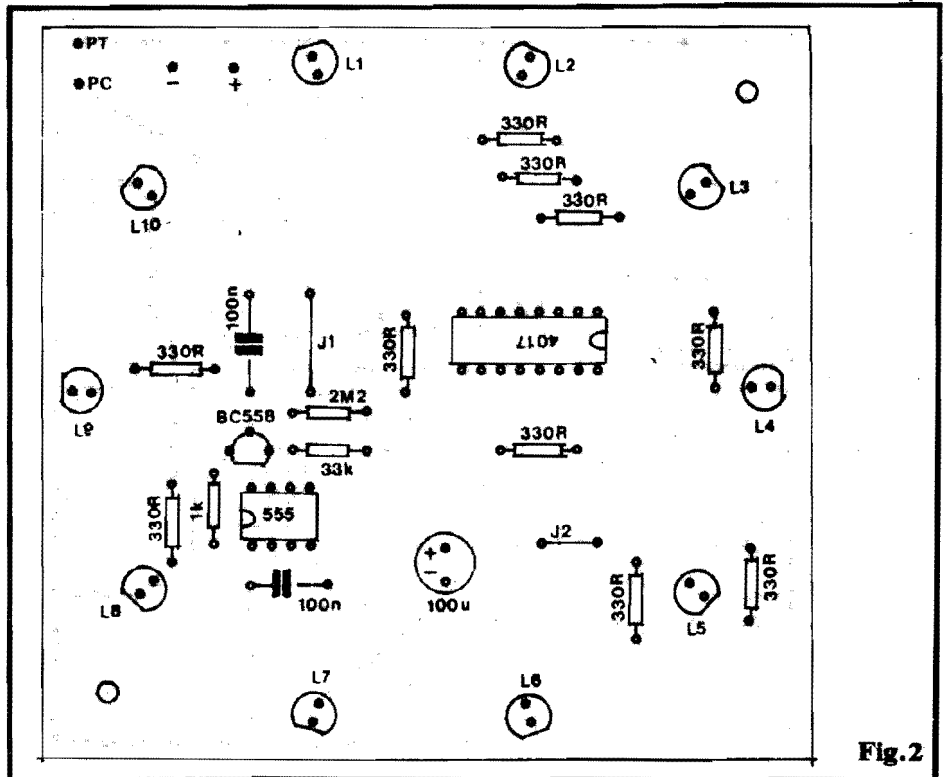

Fig.2
- FIG. 2 - LAY OUT DO CIRCUITO IMPRESSO ESPECÍFICO - Em montagens com a estrutura do SPLIC, o lay out do Circuito Impresso torna-se muito mais importante do que normalmente já é, uma vez que o próprio display de LEDs encontra-se incorporado "da placa pra fora" são muito simples resumindo-se nas conexões de alimentação (atenção à polaridade - como sempre...) e duas conexões ao potenciômetro (única peça do circuito que não fica diretamente sobre o Impresso...). Quanto a este, observar que - na figura - o dito cujo é visto à placa "mãe"... Assim, recomenda-se ao Leitor/Hobbysta o máximo de atenção e cuidado na elaboração/confecção do Impresso, procurando basear-se rigorosamente nas dimensões e distribuições mostradas na figura (em tamanho natural, escala 1:1...). Embora seja possível "inventar" um pouco, em termos de lay out, qualquer tentativa de "sair do padrão" poderá resultar em visuais pouco atrativos, ou mesmo em sérios problemas de interligação (notadamente no que diz respeito aos LEDs...). Quem optar pela prática aquisição do SPLIC em KIT, levará óbvias vantagens, uma vez que receberá a placa prontinha, protegida, com o chapeado demarcado em silk-screen e outras "mumunhas facilitantes"... De qualquer modo, não é um "animal heptacéfalo" (bicho de sete cabeças...) e pode ser feita pelo Leitor, em casa, sem grandes problemas... Aos "começantes", recomendamos observar as INSTRUÇÕES GERAIS PARA AS MONTAGENS, encartadas em todo exemplar de APE, lá nas primeiras páginas da Revista...